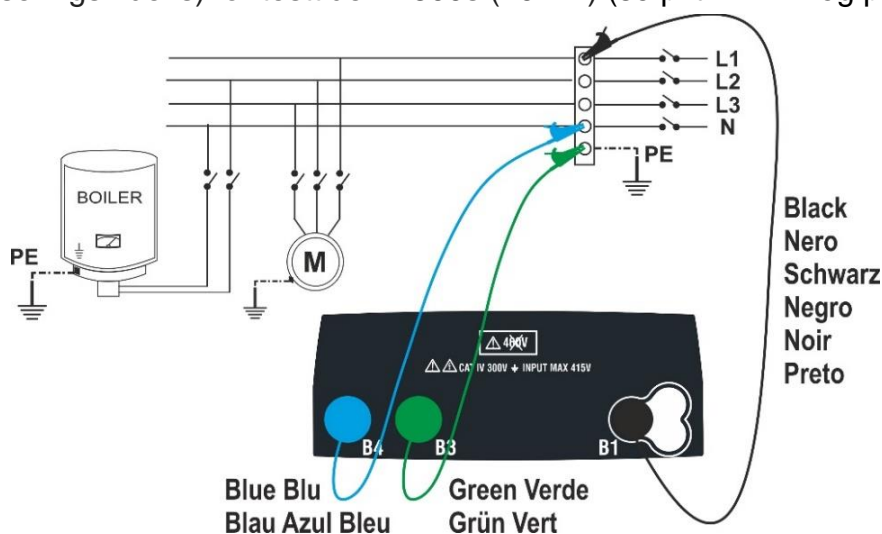
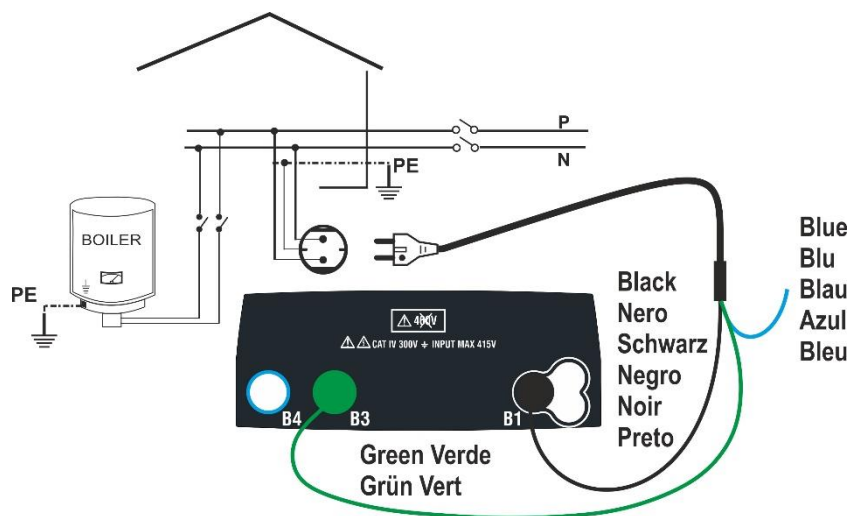
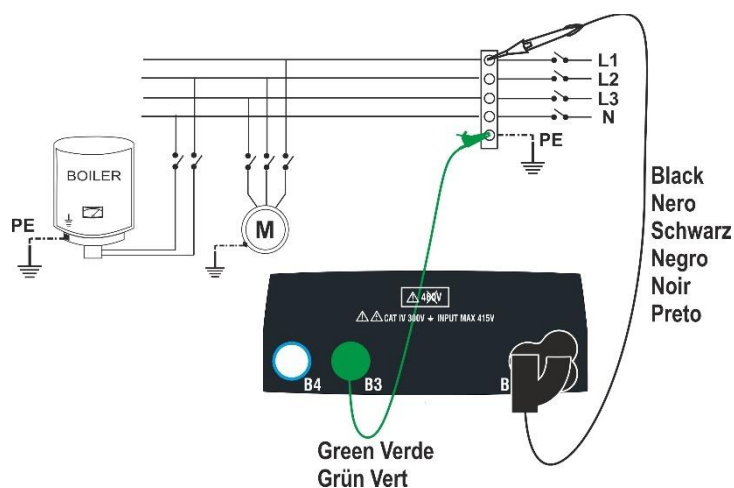

Fig. 11 Isolationstest mellem L-N-PE med prøveledninger (MAN- og AUTO-tilstand)
Fig.14: Isolationstest mellem L-PE med netstik (TMR-tilstand)
Fig.16: Isolationstest mellem L-PE med prøveledninger og fjernbetjeningsprobe (TMR-tilstand))
5. Tilslut prøveledningerne / fjernbetjeningsproben til de ledere, der skal testes, som vist på Fig. 11 Fig. 12 Fig. 13 Fig. 14 Fig. 15 Fig. eller Fig.16.